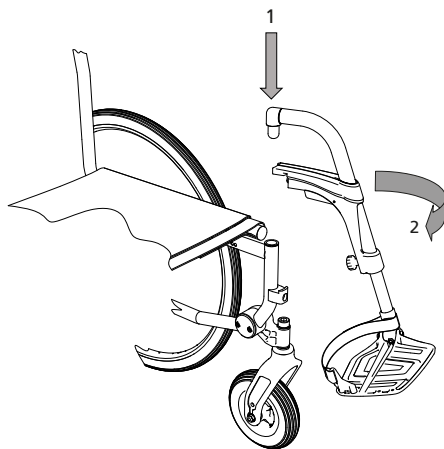

fig.9
1. Sæt benstøtterne ind i holderen på kørestolen oppefra (1, fig. 9). Benstøtterne skal anbringes, så de viser ud til siden.
2. Sving benstøtterne fremad (2, fig. 9). Benstøtterne skal sige klik, når de falder på plads.